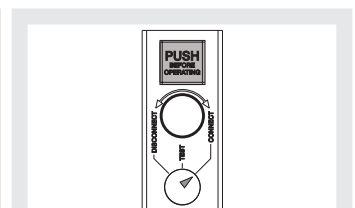

Figura 42
- interruttore in posizione di inserito (vedi Figura 42).